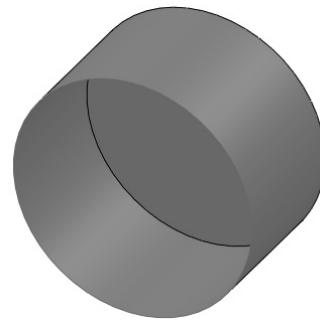

图 6-94 生成缝合曲面
- [5] 单击【确定】按钮，生成缝合曲面，如图 6-94 所示。